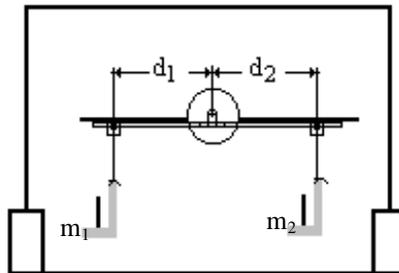

Figura 5. Esquema del sistema
3. Inserte un sujetador, un colgador y una pesa de 50 gramos en cada uno de los extremos de la barra, (mida previamente la masa de cada sujetador y de cada colgador) vea la figura 5.